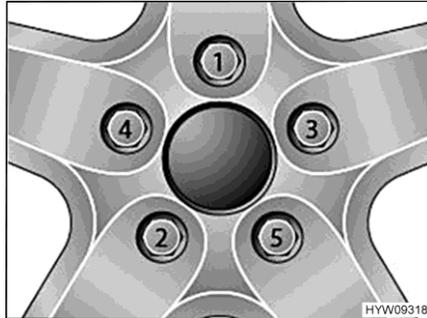

Fig. 169 Apretar las tuercas o los tornillos de las ruedas en forma de cruz
- Apretar las tuercas de rueda o los tornillos de rueda en el orden indicado en Fig. 169. Para ello, usar una llave dinamométrica y cumplir con el par de apriete especificado (véase apartado 13.6.2).
- Comprobar periódicamente que las tuercas o tornillos de las ruedas estén firmemente apretados. Volver a apretar las tuercas de rueda o los tornillos de rueda de una rueda cambiada después de 50 km. En esto, proceder en el orden indicado en Fig. 169.
- Al utilizar llantas nuevas o recién pintadas, reajustar además las tuercas o tornillos después de 1 000 a 5 000 km aprox. En esto, proceder en el orden indicado en Fig. 169.
- ▷ Apretar en forma de cruz las tuercas o los tornillos de las ruedas (Fig. 169).